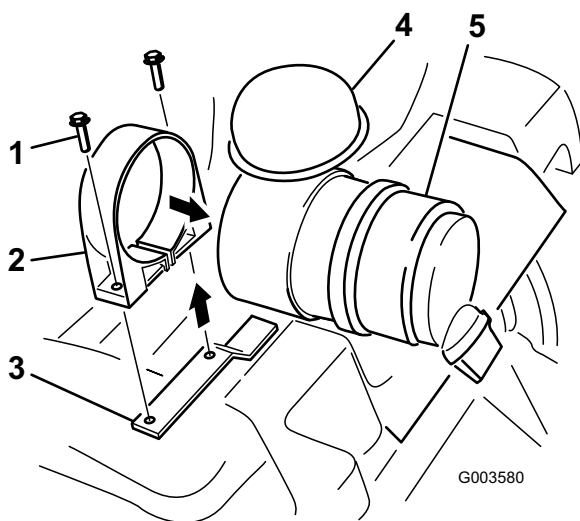

Figura 2
6. Aprite la cinghia del filtro dell'aria e fatela passare sopra l'estremità della scatola da cui avete tolto il filtro (Figura 2).